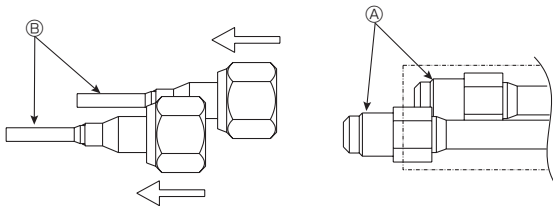
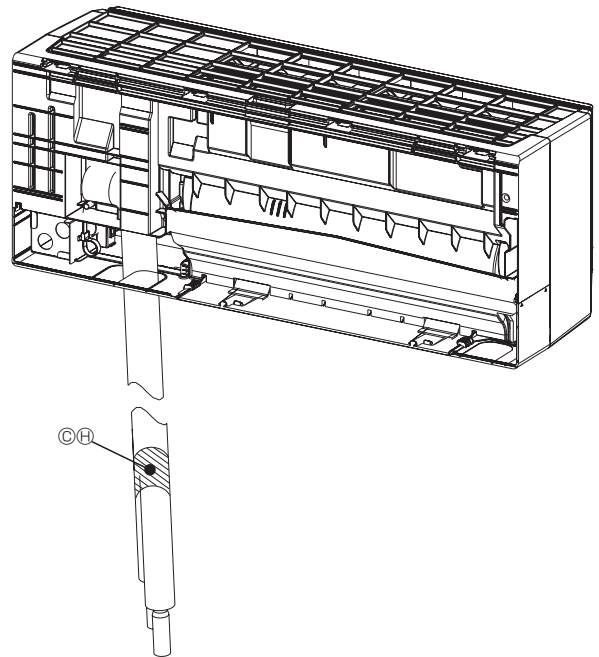

Fig. 3-9
Fig. 3-13
3.3.3. Installation des tuyaux de raccordement ⑥ (pour les modèles WL04/06/08) (de Fig. 3-9 à Fig. 3-13)
- (1) Desserrer l'écrou du côté de la tuyauterie en forme de L à l'aide de deux clés, puis déposer la tuyauterie ⑥ et la mettre au rebut. (Tuyau d'entrée d'eau et tuyau de sortie d'eau) (Fig. 3-9)